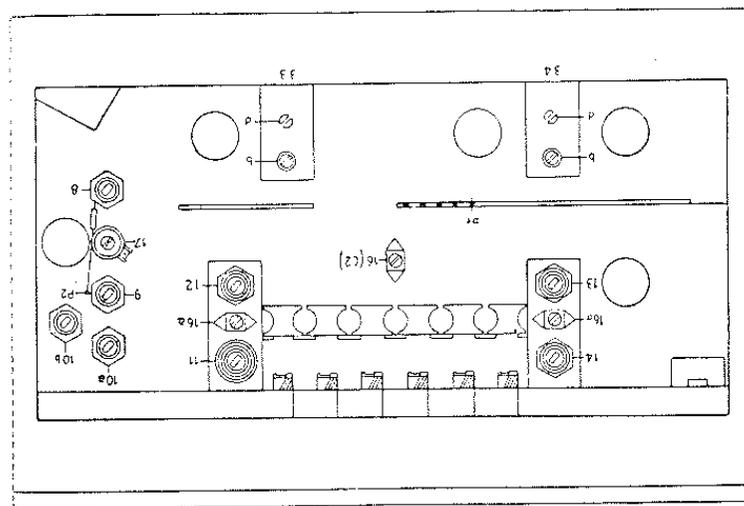

Fig. 25.8. Organi di taratura sotto il telaio.
7) tarare nell'ordine i nuclei 10 a e 10 b (fig. 25.8) per la massima uscita indistorta;
Modo di procedere (per i riferimenti vedi fig. 25.8):